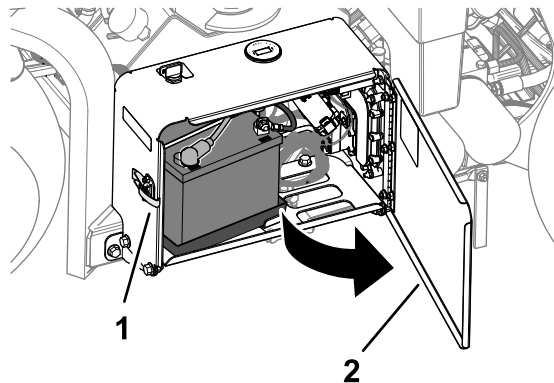

Figura 13
1. Deblocați și deschideți ușa compartimentului bateriei (Figura 13).